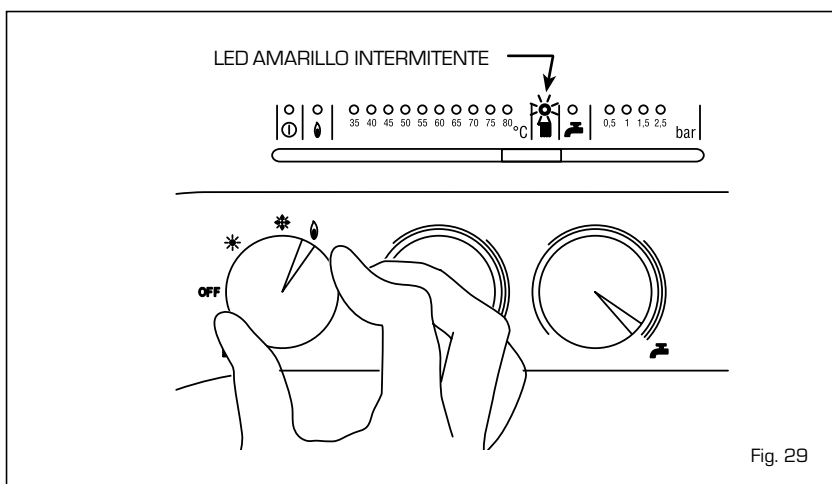

Fig. 29
Para efectuar la verificación de la combustión de la caldera gire el selector y permanezca en la posición (III) hasta cuando el LED amarillo (III) esté intermitente (fig. 29). Desde este momento la caldera iniciará a funcionar a la máxima potencia (20.000 - 25.000 kcal/h) con apagado a 80°C y reencendido a 70°C. **Antes de activar la función deshollinador asegúrese que la válvula del radiador o eventuales válvulas de zona estén abiertas.** La prueba puede ser realizada también en funcionamiento sanitario. Para efectuarla es suficiente, luego de haber activado la función deshollinador, retirar el agua caliente de 1 o varios grifos; luego de algunos minutos se activará el pedido de la sonda sanitario que conmuta automáticamente sobre el LED (II). También en esta condición la caldera funciona a la máxima potencia, siempre con el primario controlado entre los 80°C y los 70°C. Durante toda la prueba los grifos de agua caliente deberán quedar abiertos. Luego de la verificación de combustión apague la caldera girando el selector en posición (OFF); por consiguiente lleve el selector a la función deseada.